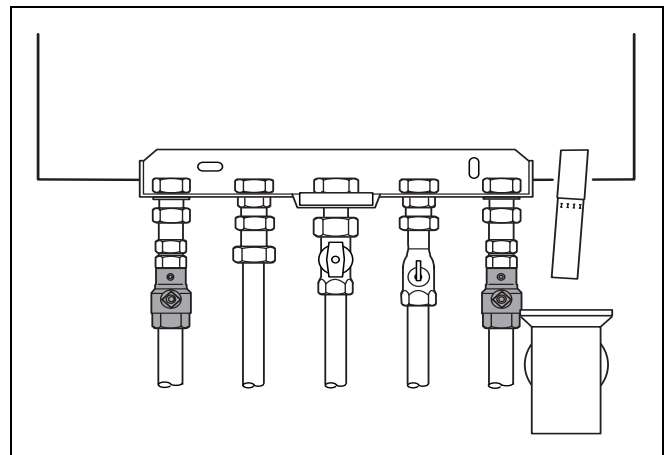

fig. 17 Robinets d'entretien (ici: Logamax U124 K, en appent)
- Ouvrir les robinets d'entretien (fig. 17) sur les raccords de départ et de retour.